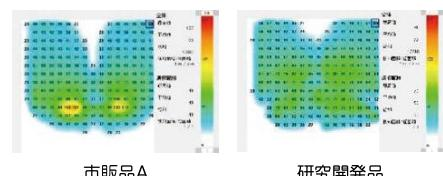

図1_圧力分散測定結果例
- 実際に座ったときの圧力分散測定結果（図1）をもとに、効果的なクッション設計の最適化のサポート。